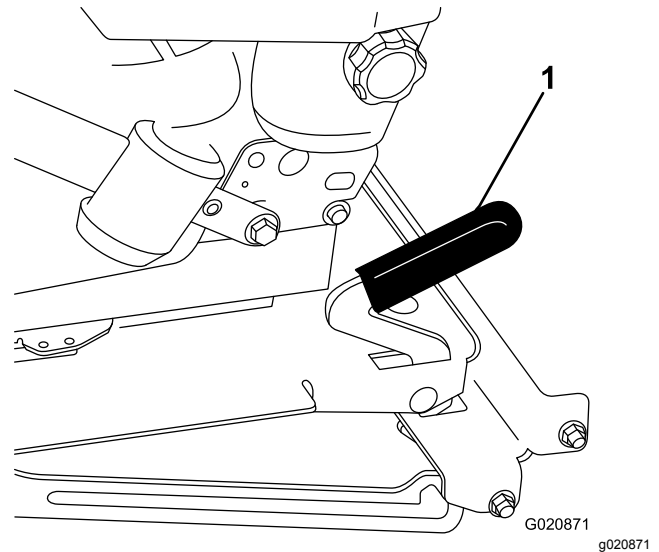

Figura 16
2. Tire del cierre hacia adelante y levante el asiento para desbloquear el asiento (Figura 16).